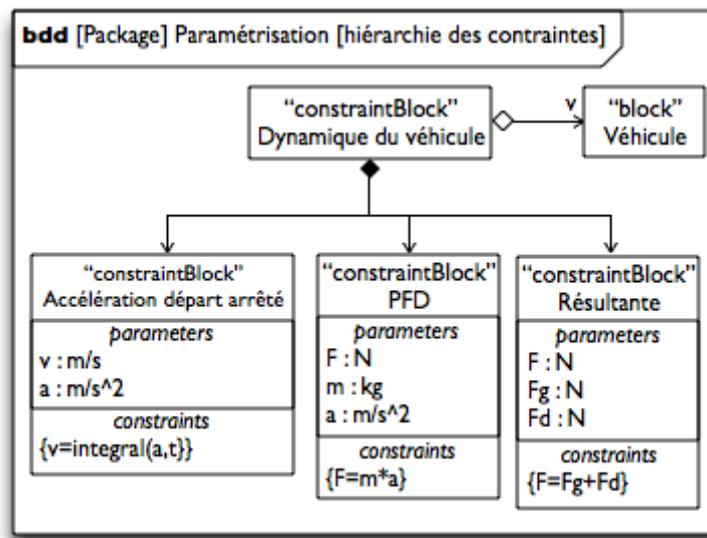
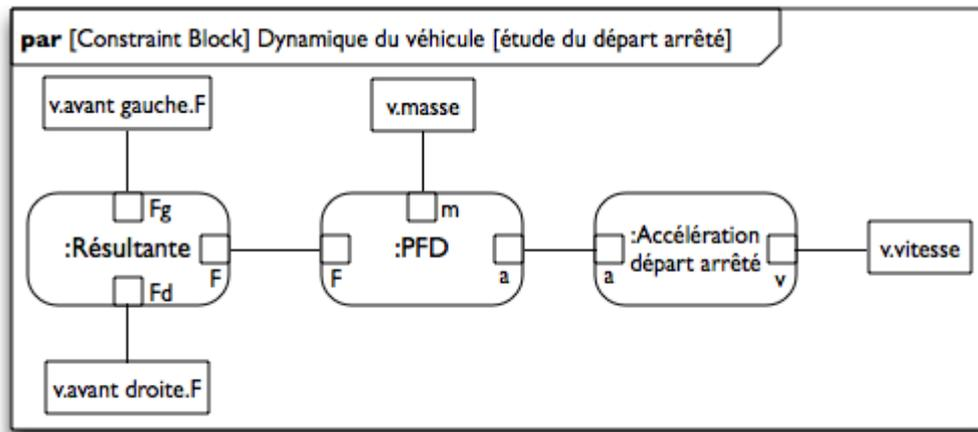

Figure 9 : Un diagramme de définition des blocs de contrainte d'une automobile, en vue d'une modélisation paramétrique.
Figure 10 : Un diagramme paramétrique d'une automobile.
Pour représenter ce système d'équations en SysML, on procède en deux temps. Premièrement, on représente les différentes relations, ainsi que les grandeurs qui y interviennent, dans des **blocs de contraintes** (*constraint blocks*). Cette représentation s'effectue dans un **diagramme de définition de blocs** que l'on construit selon le même principe que s'il s'agissait de blocs « standard » (fig 9).
Le diagramme ci-dessus représente l'intérieur du bloc de contrainte *Dynamique du véhicule* défini sur la figure 9. Il est construit de façon tout à fait similaire à un **ibd** :
- Il définit trois **contraintes**, qui sont des instances des blocs de contraintes définis sur la figure 9, et les représente par des rectangles à coins arrondis nommés selon la convention habituelle ; les **paramètres** intervenant dans l'expression de ces contraintes sont également représentés et nommés conformément à la définition des blocs de contraintes ;
L'examen des figures 9 et 10 montre que ce diagramme représente bien le système des équations (1) à (3) ; une fois les valeurs numériques des paramètres renseignées, il sera possible de réaliser une simulation à l'aide d'un logiciel approprié. Il est important de noter qu'*aucun des liens de la figure 10 n'est orienté* : un diagramme paramétrique représente un système de relations mathématiques, et non un algorithme de résolution (qui n'existe d'ailleurs pas toujours !). Un tel modèle est dit **acausal** ; s'il est mathématiquement bien formulé (ce qui relève de la responsabilité du modélisateur), alors on pourra réaliser une simulation d'après ce modèle.